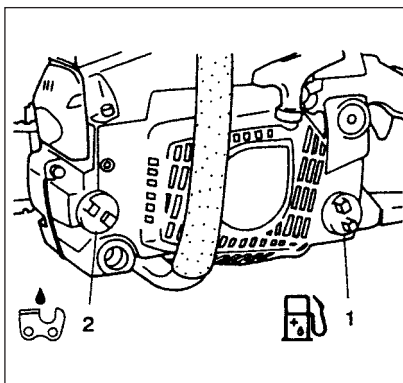

Fig. 2-1B
#### ⚠ ADVARSEL! (Fig. 2-1B)
#### Kjedeolje (fig. 2-1B)
Når brennstoff (1) eller kjedeolje (2) skal fylles, plasseres enheten med dekselsiden opp. (Fig. 2-1B)